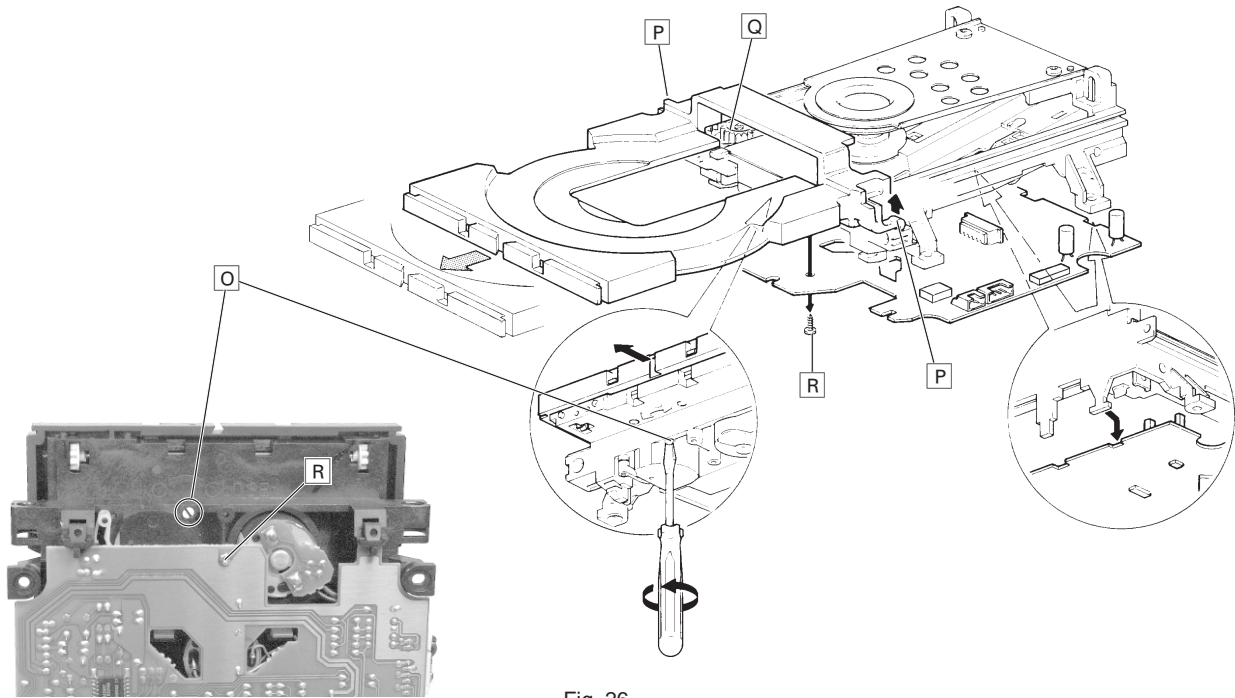

Fig. 26
- Durch die Bodenöffnung **N** (Fig. 1) das Antriebsrad **O** (Fig. 26) mit einem Schraubendreher gegen den Uhrzeigersinn solange drehen, bis die Schublade 1cm ausgefahren ist. Die Schublade kann nun nach außen gezogen werden.
- Insert a screw driver into bottom hole **N** (Fig. 1) and turn the driving wheel **O** (Fig. 26) counterclockwise until the tray is opened 1cm. The tray can now be pulled out by hand.
- 2 Rastnasen **P** (Fig. 26) austrasten.
- Beim Einsetzen der Schublade muß das Zahnrad **Q** (Fig. 26) auf Linksanschlag stehen.
- Disengage 2 catches **P** (Fig. 26).
- When reassembling the tray the toothed wheel **Q** (Fig. 26) must be at its left stop.
- Schraube **R** (Fig. 26) herausdrehen.
- Undo screw **R** (Fig. 26).